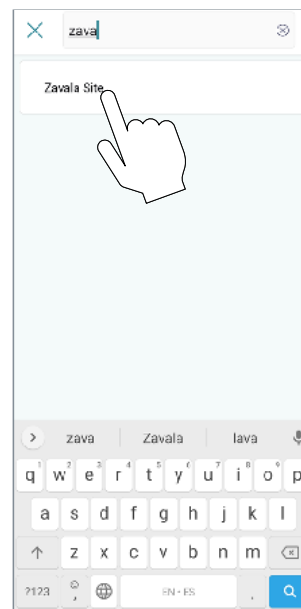

Figure 136. Sélectionner une organisation
4. L'écran affichera toutes les organisations existantes. Sélectionnez l'organisation ou la sous-organisation désirée, voir **Figure 136**.